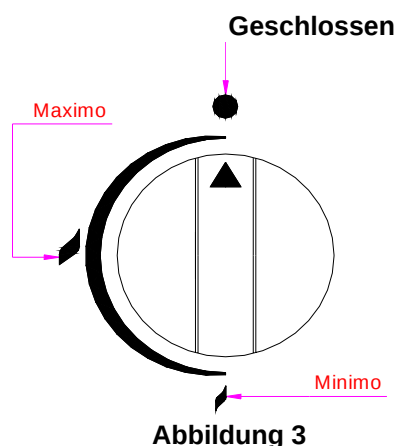

Abbildung 3
- c) Drücken Sie den Bedienungsknopf des gewählten Brenners an Ihrem Grillofen und drehen Sie diesen in einer $\frac{1}{4}$ Drehung gegen den Uhrzeigersinn, bis an die Maximalleistung (Máx) gelangen (**Abbildung 3**).
- e) Um den Brenner auf Mindestleistung zu bringen, drehen Sie nochmals den Bedienungsknopf gegen den Uhrzeigersinn ohne diesen dabei zu drücken, um von der Maximalleistungsposition bis an die Minimalleistungsposition desselben zu gelangen (Abbildung 3).